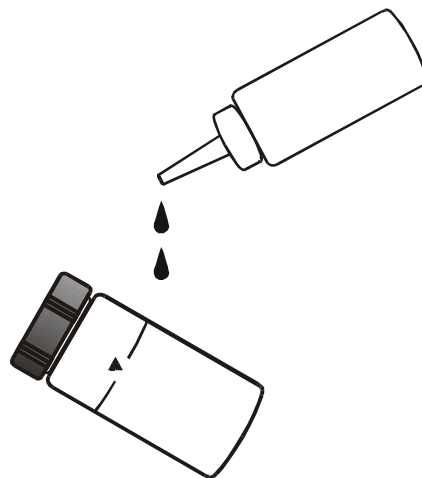

Figure 9 : Appliquer un mince film d'huile de silicone
7. Appliquer un mince film d'huile de silicone (fournie) sur la cuvette d'échantillon (voir Figure 9). Essuyer avec un chiffon doux pour obtenir une distribution uniforme sur toute la surface de la cuvette.